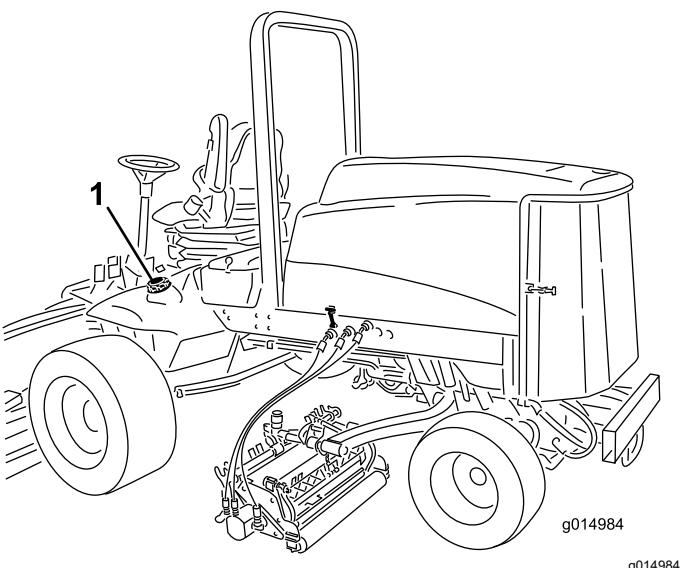

Figura 36
- Togliete il tappo dal serbatoio carburante (Figura 36).